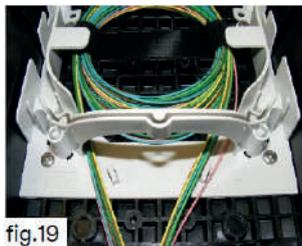

fig.19
1. Lover les micromodules dans la zone de lovage (fig.19). Une bande auto-agrippant maintient la gaine lovée dans la zone de lovage.